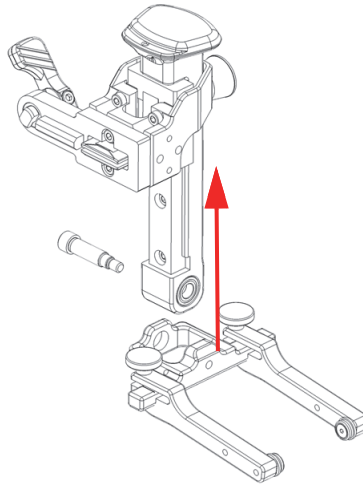

Abbildung 2-23 Entfernen der Schiene des federbelasteten Arms aus dem schwenkbarem Gabelstück
5. Schieben Sie die Schiene der federbelasteten Arme aus dem Schwenkträger des Gabelstücks heraus (Abbildung 2-23 auf Seite 53).